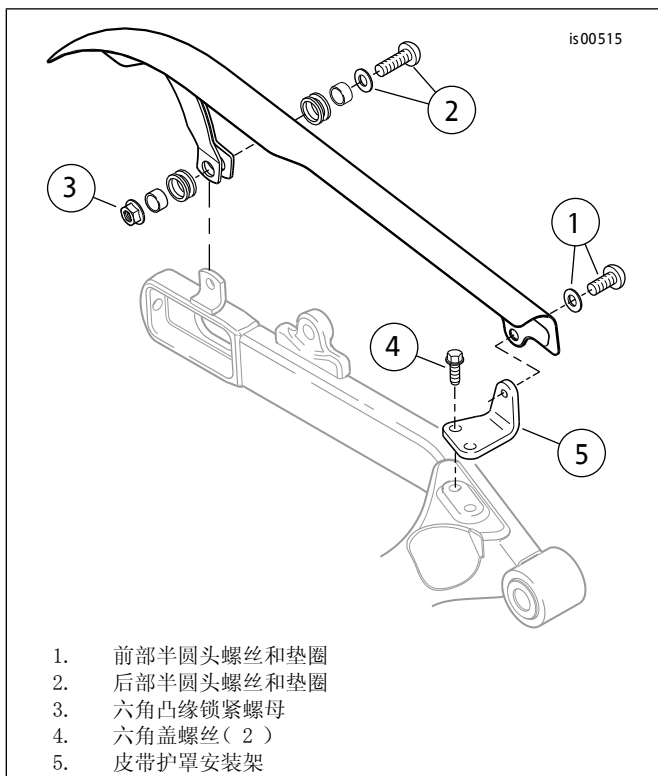

图3. 拆卸上部皮带护罩
- 参见图3。拆下前部(1)和后部(2、3)上部皮带护罩紧固件并保留，小心地从车辆上拆下上部皮带护罩。